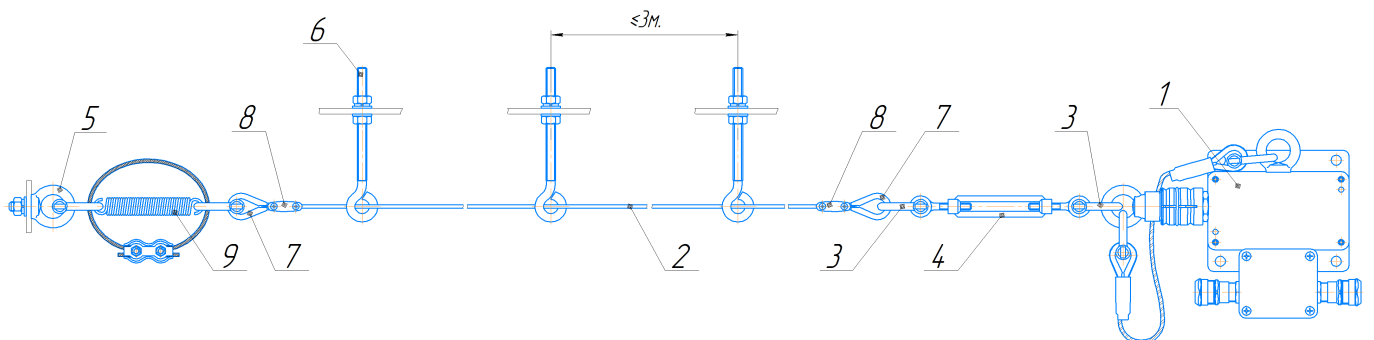

Рисунок3 Установка тросового выключателя на объекте.
- 7.2. Выключатели АТВ-7602 (поз.1) (см. рис.3) установить на ставе конвейера. Рекомендуемое расстояние между выключателями при горизонтальном расположении конвейера – не более 50 м.